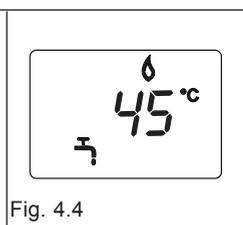

Fig. 4.4
Il display (1) indica la temperatura dell'acqua sanitaria (fig. 4.4).
In caso di richiesta di acqua calda, la caldaia si accende e il visualizzatore digitale (1) indica la temperatura dell'acqua sanitaria (fig. 4.4).
Il visualizzatore digitale indica la temperatura di mandata (fig. 4.4).